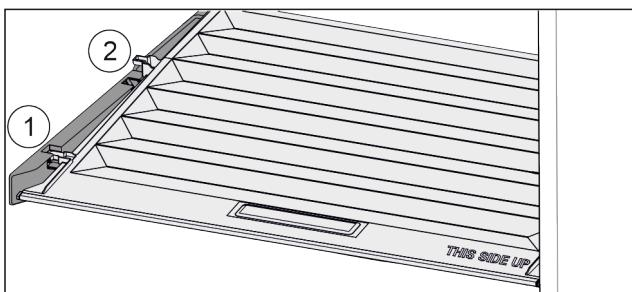

Fig. 103
- Издърпайте напред Fig. 103 (1) капака до отвора в задържащите части.
- Повдигнете го отзад отдолу и отстранете Fig. 103 (2) нагоре.